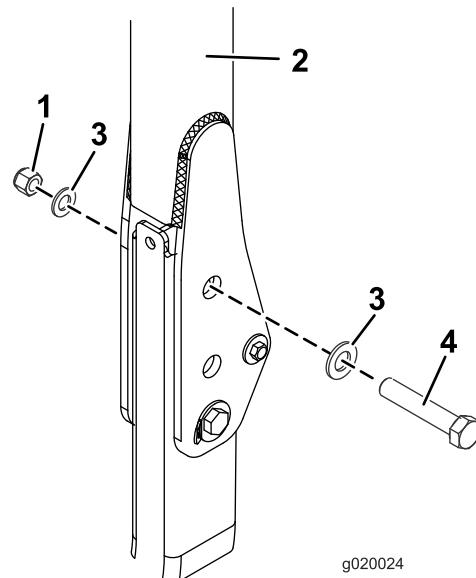

Рисунок 27
- Установите шайбу (13/16 x 1½ дюйма) на каждый болт (¾ x 4 дюйма), как показано на Рисунок 27.
- В отверстия, из которых были извлечены штифты, установите болты с шайбами (Рисунок 27).
- Установите еще по одной шайбе на каждый болт и закрепите с помощью гаек (¾ дюйма), как показано на Рисунок 27. Затяните гайки с моментом от 323 до 396 Н·м.
- Затяните болт оси поворота конструкции ROPS (Рисунок 27) с моментом 91 – 113 Н·м, чтобы предотвратить любые вибрации защитной дуги и солнцезащитного навеса.